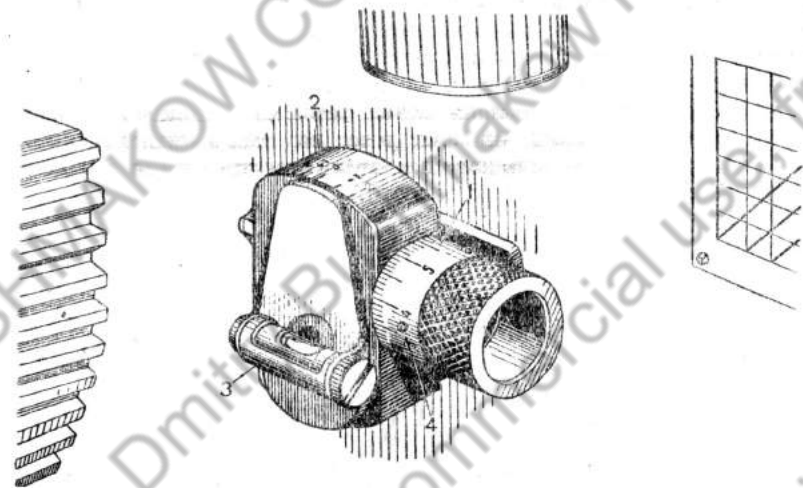

Рис. 71. Боковой уровень:
При помощи этого приспособления осуществляется вертикальная наводка. Углы места цели отсчитываются по шкале на барабанчике уровня 1 (рис. 71), углы прицеливания — по шкале тысячных дистанционного барабана 2. Деления на шкале тысяч-
3. Если пузырёк не встанет между рисками, ослабить стопорный винт 4 (рис. 71) кольца со шкалой на барабанчике и сдвинуть это кольцо, так чтобы «0» на барабанчике совместился с риской, а пузырёк уровня занял среднее положение между рисками.